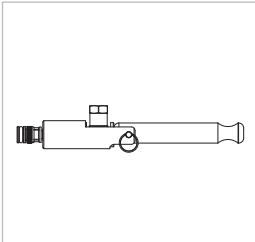

Abbildung 3
- ▶ Bringen Sie den Spannhebel (Pos. 2) in die gerade Ausgangsposition (*Abbildung 3*).